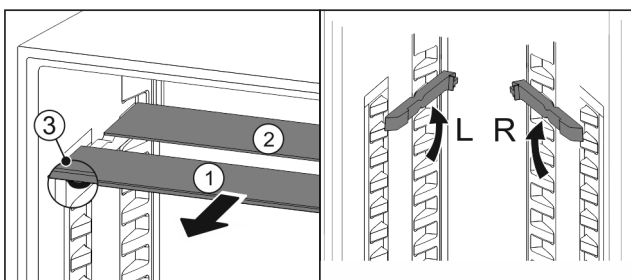

Fig. 149
- ▶ Посуньте Fig. 149 (1) скляну панель вперед.
- ▶ Скляна панель Fig. 149 (1) з декоративною планкою лежить спереду.
- ▶ Стопори Fig. 149 (3) показують вниз.